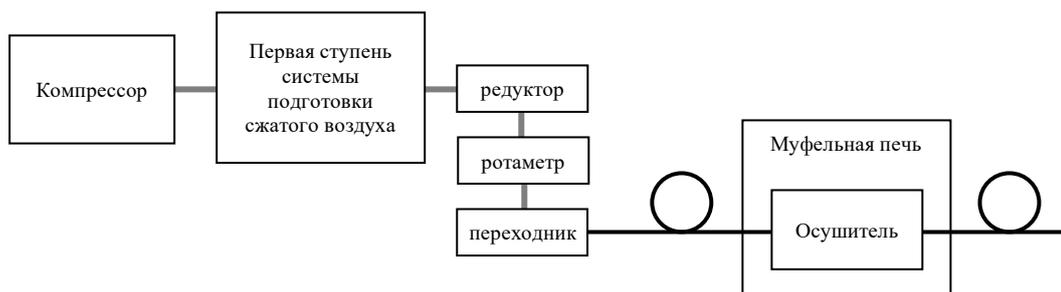

Рисунок 37 – Схема подключения осушителя при горячей регенерации.
- 2) Подключите осушитель арматурой из нержавеющей стали к источнику сжатого воздуха с точкой инея  $-60\text{ }^{\circ}\text{C}$  при атмосферном давлении через отдельный редуктор (вентиль), чтобы давление в осушителе было близко к атмосферному, а расход на выходе осушителя составлял 1 норм. л/мин. В качестве источника сжатого воздуха можно использовать компрессор и хорошо просушенную (длительно работавшую) первую ступень системы подготовки сжатого воздуха генератора (см. Рисунок 37). Длина входной и выходной арматуры должна быть не менее 3 м каждая.